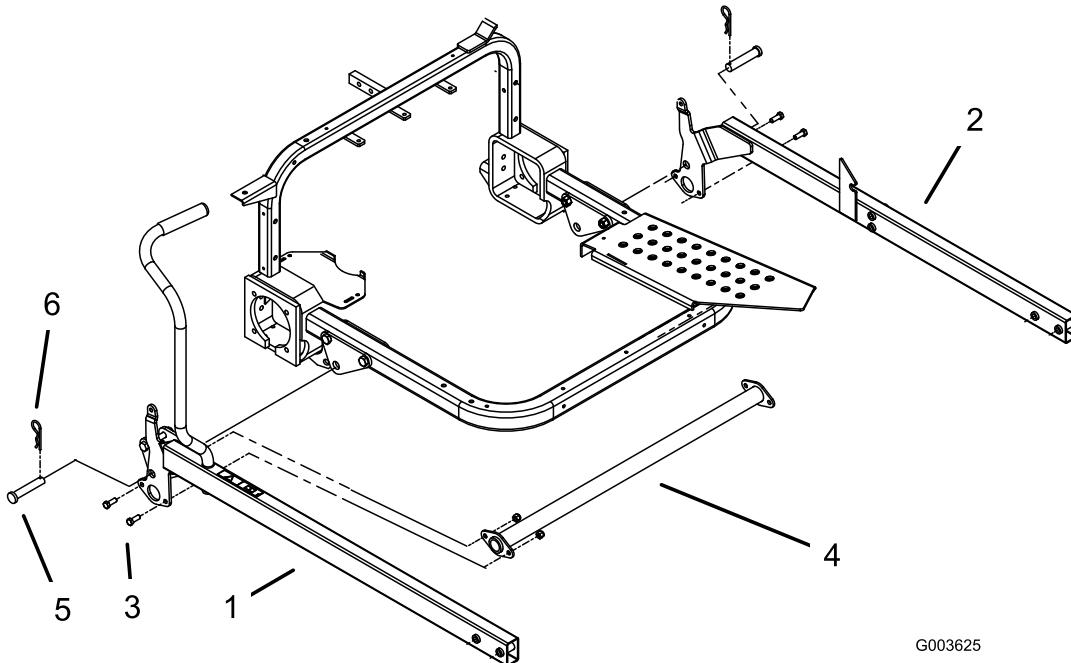

Figura 23
1. Posicione los brazos de elevación de manera que el taladro de montaje del soporte de cada brazo de elevación esté alineado con los taladros de los soportes de montaje (Figura 23).
2. Sujete el brazo de elevación derecho al soporte de montaje con un pasador y una chaveta (Figura 23).
3. Instale provisionalmente un extremo del tubo de torsión en el brazo de elevación derecho con 2 pernos ($\frac{3}{8}$ " x 1") y contratuercas ($\frac{3}{8}$ "); consulte la Figura 23.
4. Sujete el brazo de elevación izquierdo al soporte de montaje con un pasador y una chaveta (Figura 23).
5. Instale provisionalmente el otro extremo del tubo de torsión en el brazo de elevación izquierdo con 2 pernos ($\frac{3}{8}$ " x 1") y contratuercas ($\frac{3}{8}$ "); consulte la Figura 23.
4. Apriete los pernos y las contratuercas que sujetan los extremos de los tubos de torsión a los brazos de elevación (Figura 23).